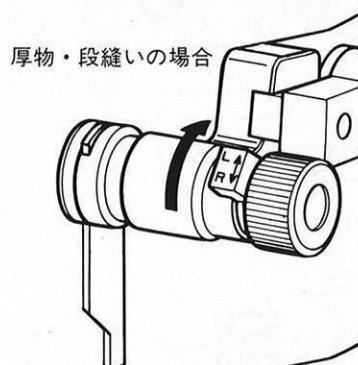

図44
- このミシンは薄物から厚物まで巾広く縫えるようになっていますが、厚物、段縫いの時は、上メスロックレバーを上(Lの方向)に押し上げてご使用下さい。(図44)